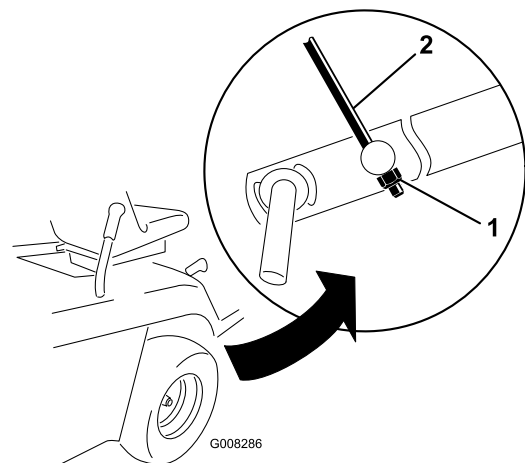

Bild 44
- Stellen Sie die M8-Sicherungsmuttern am Ende der Höheneinstellungsstange so ein, dass die Stange etwas angespannt ist (Bild 44).